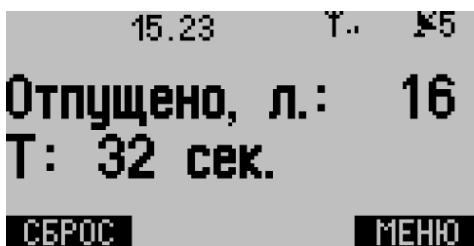
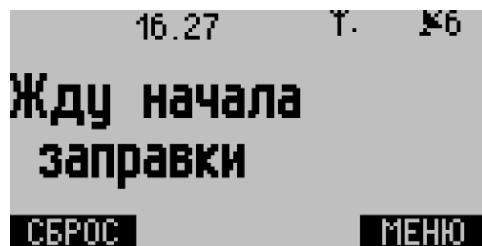

Рис.14. Показания топливозаправщика.
Рис.15. Ожидание показаний топливозаправщика.
- Топливозаправщик** – данные, полученные с топливозаправщика по шине RS-485. В этом режиме устройство АвтоГРАФ-INFO MINI принимает с контроллера АвтоГРАФ данные устройства ПОРТ-3. Как только АвтоГРАФ-INFO MINI принимает новые данные, выводит их на рабочий экран (Рис.14). Если нет данных, то на экране отображается сообщение «Жду начала заправки» (Рис.15). При получении данных АвтоГРАФ-INFO TFT показывает на рабочем экране объем топлива (в литрах), отпущеного топливозаправщиком, и длительность заправки, в секундах (например, Т. 32 сек).